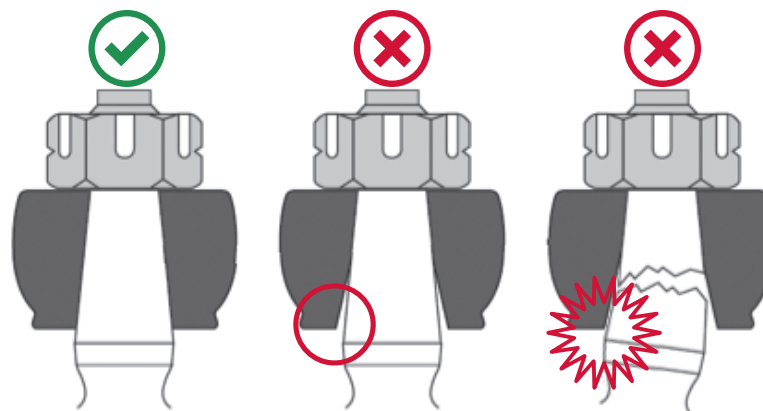

Figura 1
- Si descubre un perno de junta esférica doblado o flojo, debe reemplazar el muñón. Si existe deformación, una condición fuera de redondez o daño en las superficies de contacto ahusadas del enganche de dirección, debe reemplazar este. **Vea la Figura 1.**